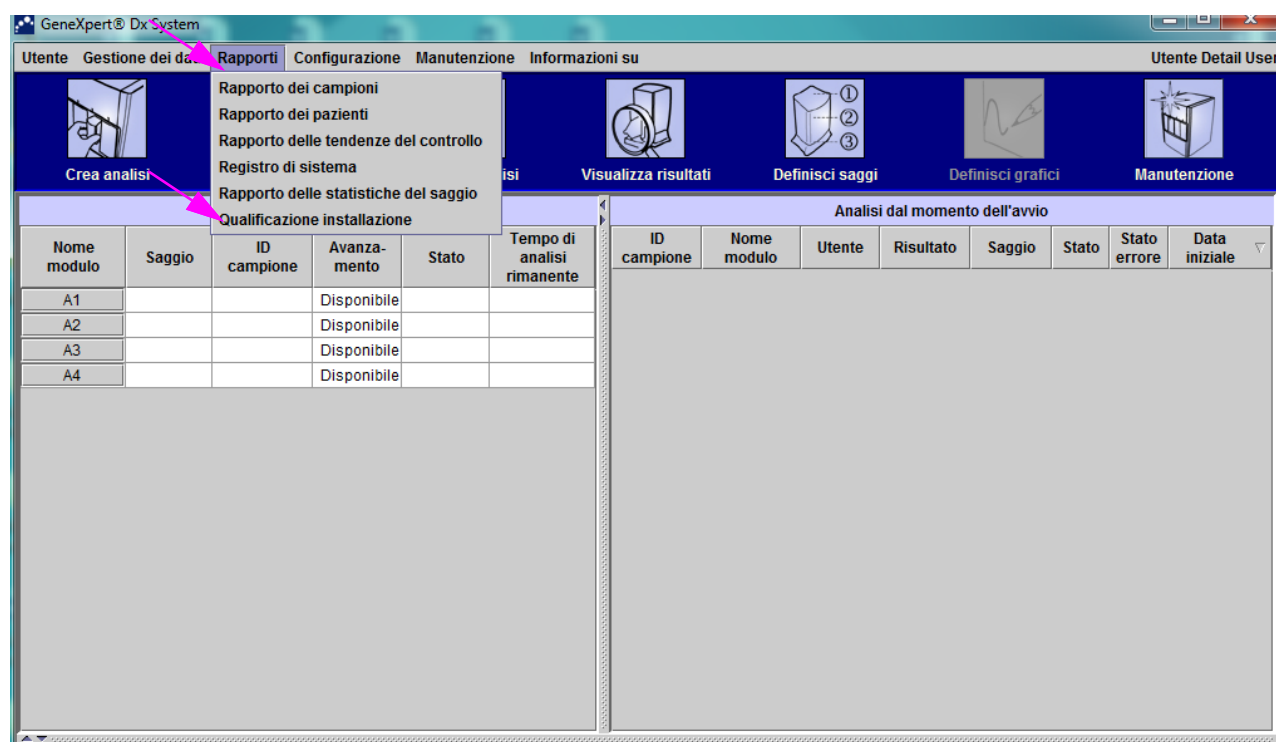

Figura 2-88. Finestra GeneXpert Dx System con il menu a discesa Rapporti e la selezione Qualificazione installazione
1. Nella finestra GeneXpert Dx System, fare clic su **Qualificazione installazione** nel menu **Rapporti**. Vedere la Figura 2-88.